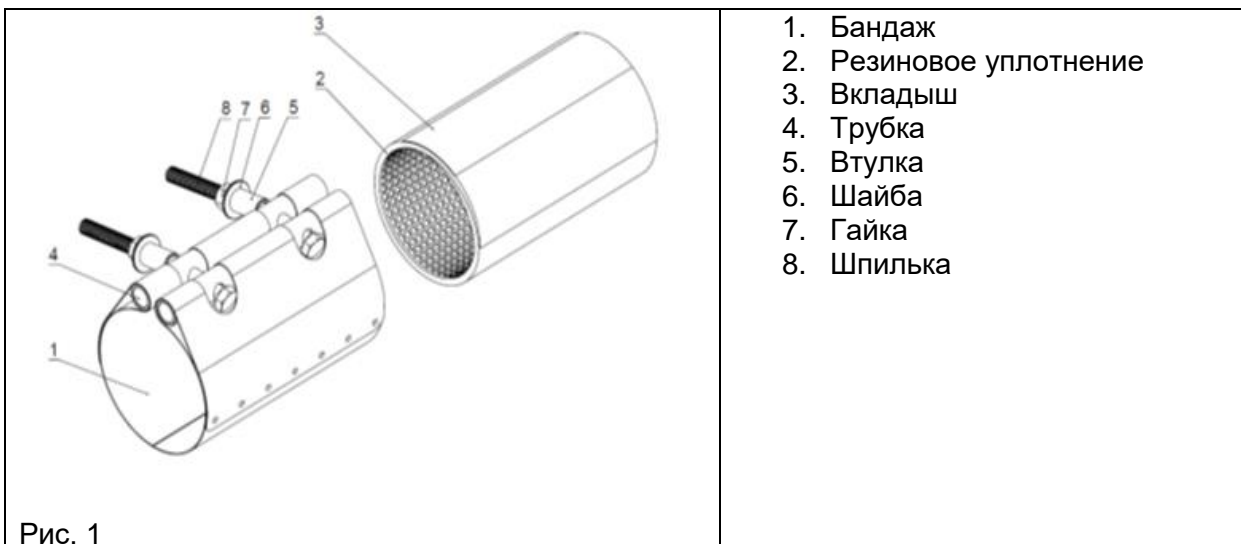

Рис. 1
2. Раскрутить гайки (7) (Рис. 1) с одного конца шпилек (8) (Рис. 1) (конец с длинной резьбой), но не снимать их со шпилек. Отвернув гайки с другого конца шпилек (конец с короткой резьбой), снять их со шпилек. Извлечь шпильки из трубок (4) (Рис. 1). Вынуть резиновое уплотнение с вкладышем (2) и (3) (Рис. 1) из бандажа (1) (Рис. 1).